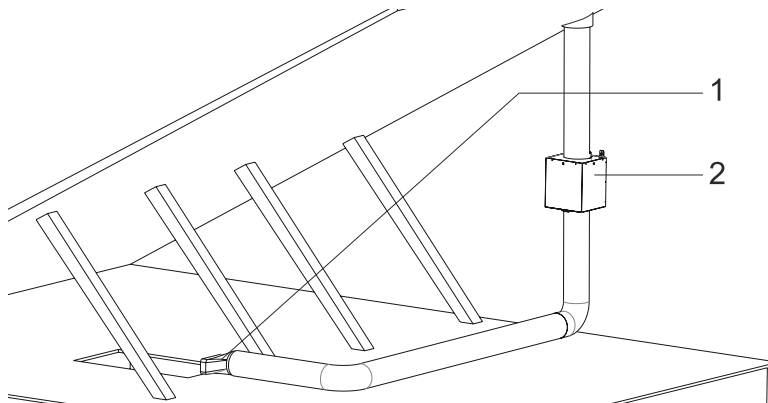

Fig. 25
**8.** ► Installera nu utsugskanalerna som ska användas till anslutningen (se "Oljud från motorn" under "Service, felmeddelanden och åtgärder") (Fig. 25).